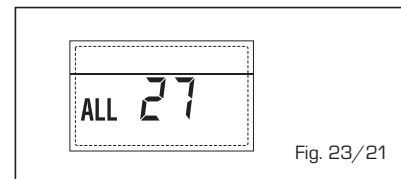

Fig. 23/21
- COMPATIBILITY INPUT (S3) ANOMALY ONLY FOR SYSTEM 7 "ALL 28" (fig. 23/22)